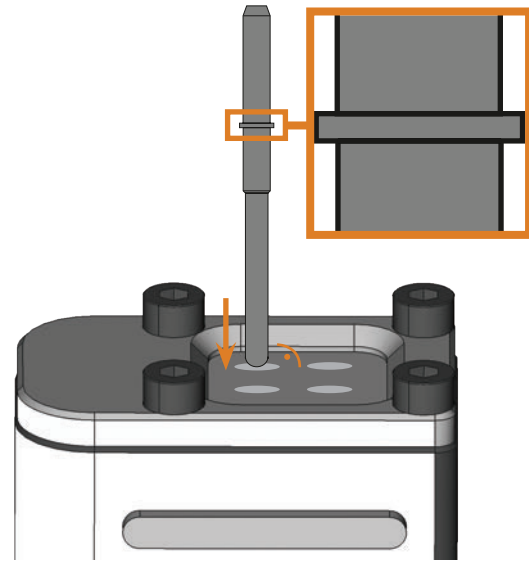

ABB. 17: WERKZEUG GERADE IN WERKZEUGPOSITION EINSETZEN; RING AM WERKZEUG VERGRÖßERT
- Setzen Sie die Werkzeuge gerade in die Werkzeugpositionen ein und drücken Sie sie soweit hinein, bis der Ring auf dem Gummi aufliegt (☞ Abb. 17).